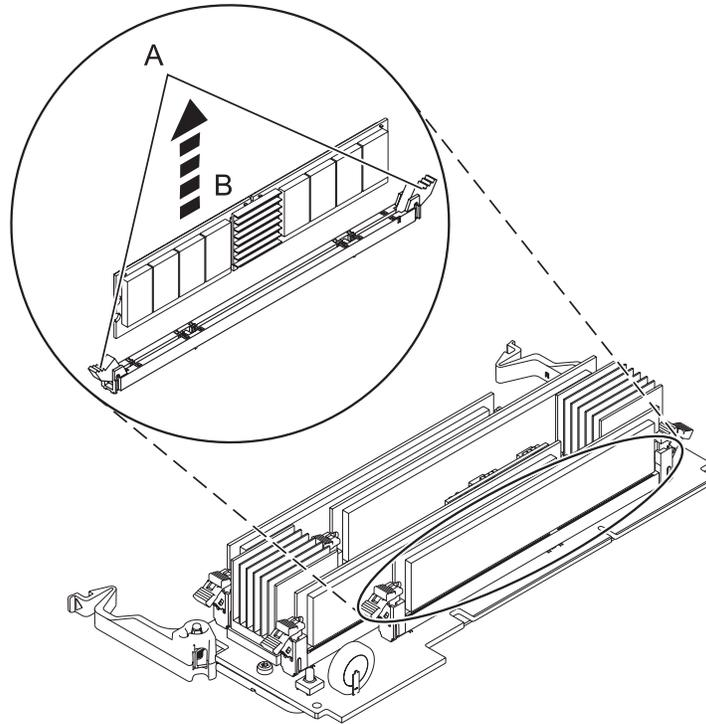

Figura 10. Removendo um módulo de memória
11. Remova o módulo de memória, conforme a seguir. Destrave o módulo de memória empurrando as presilhas de travamento (A) abertas, conforme mostrado em Figura 10 na página 20. Levante o módulo de memória (B) para fora do conector. A ação de alavanca das guias força o módulo de memória para fora do conector.